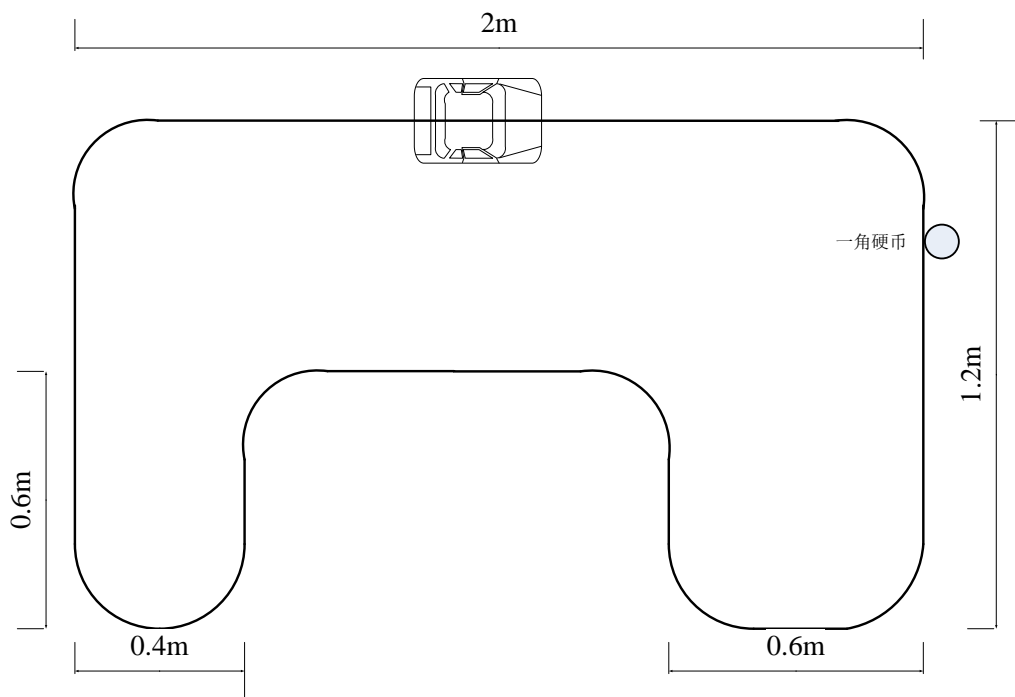

图 1 跑道示意图
设计制作一个自动循迹小车。小车采用一片 TI 公司 LDC1314 或 LDC1000 电感数字转换器作为循迹传感器，在规定的平面跑道自动按顺时针方向循迹前进。跑道的标识为一根直径 0.6~0.9mm 的细铁丝，按照图 1 的示意尺寸，用透明胶带将其贴在跑道上。图中所有圆弧的半径均为为 20cm±2cm。
(1) 在图 1 小车所在的直线区任意指定一起点（终点），小车依据跑道上设置的铁丝标识，自动绕跑道跑完一圈。时间不得超过 10 分钟。小车运行时必须保持轨迹铁丝位于小车垂直投影之下。如有越出，每次扣 2 分；（40 分）
(2) 实时显示小车行驶的距离和运行时间；（10 分）
(3) 在任意直线段铁丝上放置 4 个直径约 19mm 的镀镍钢芯硬币（第五套人民币的 1 角硬币），硬币边缘紧贴铁丝，如图 1 所示。小车路过硬币时能够发现并发出声音提示；（20 分）
(4) 尽量减少小车绕跑道跑完一圈运行时间；（25 分）
(5) 其他；（5 分）
(6) 设计报告。（20 分）